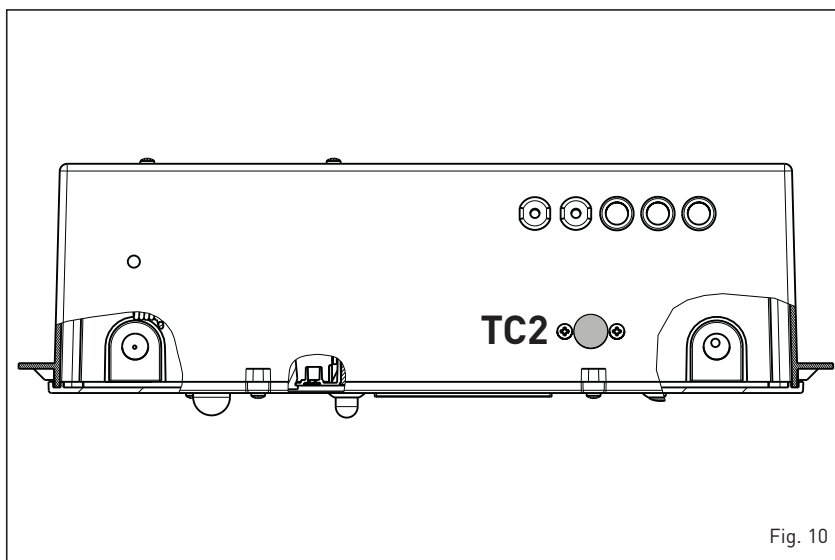

Fig. 10
3.2.6 Thermostat deuxième étage de modulation (fig.10)